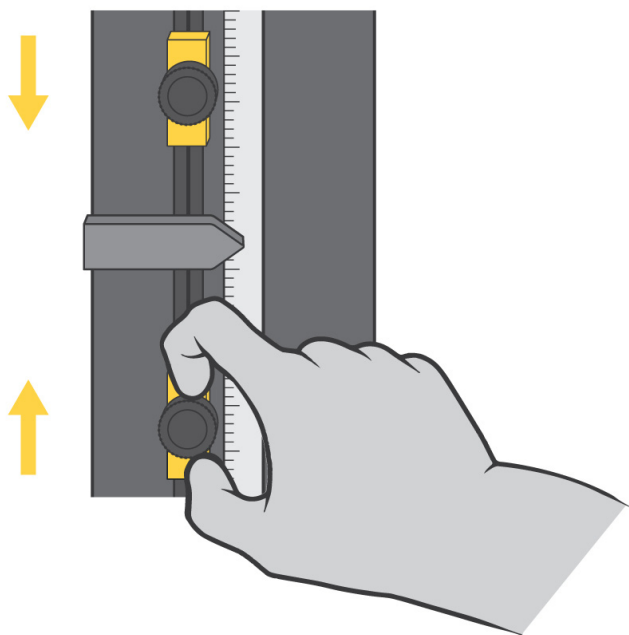

Figure 23. Réglage des butées de fin de course
machine, comme illustré en Figure 23 à la page 112. Les butées de fin de course (1 et 2) possèdent des vis moletées qui peuvent être serrées et desserrées à la main de manière à les fixer dans une position quelconque sur la tringle des fins de course. Positionnez ces butées légèrement au-delà des paramètres d'essai pour éviter tout dépassement de course de la traverse. Lorsque la traverse atteint sa course maximale prédéfinie, la came de commande du contacteur fin de course (3) entre en contact avec la butée correspondante. Ce contact entre la came et la butée déplace la tringle des fins de course et actionne les contacteurs de fin de course. Ceci arrête de déplacement de la traverse.